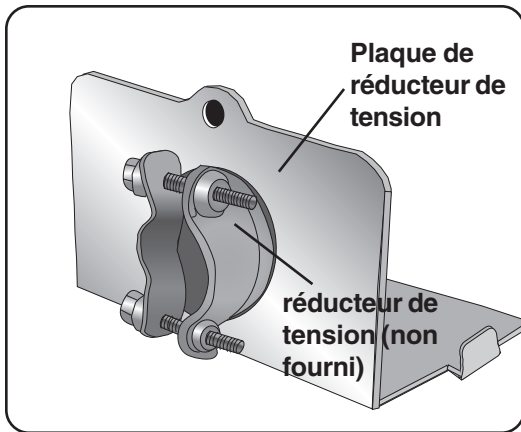

Figure 26
- 1 Retirer la plaque de réducteur de tension et installer un réducteur de tension (non fourni) sur l'ouverture de la plaque de réducteur de tension. **REMARQUE** : Orienter le réducteur de tension comme à la **figure 26**.